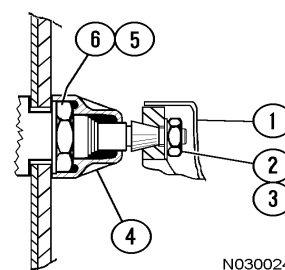

FIGURA 3-2. DETALLE BRAZO DEL LIMPIAPARABRISAS
1. Fíjese en la posición de detención del brazo del limpiaparabrisas (1, Figura 3-2).
2. Levante la cubierta del brazo, retire la tuerca (2) y la arandela (3).
3. Desconecte la manguera del lavador y saque el brazo del limpiaparabrisas (1).
1. Ponga el brazo del limpiaparabrisas (1, Figura 3-2) en la posición en que estaba durante el desmontaje. Instale la arandela (3) y la tuerca (2). Apriete la tuerca giratoria a **16 - 20 N·m (142 - 177 in. lb)**. Cierre la cubierta.
3. Retire la tuerca (6, Figura 3-2) y la arandela (5) del eje de cada limpiaparabrisas.
3. Instale la arandela (5, Figura 3-2) y la tuerca (6) en el eje de cada limpiaparabrisas y apriétela con la mano. Apriete la tuerca giratoria a **18 - 20 N·m (160 - 177 in. lb)**. NO lo apriete en exceso. Los hilos en los ejes se gastan fácilmente cuando se aprietan de manera inadecuada. Instale la tapa (4) sobre la tuerca (6).